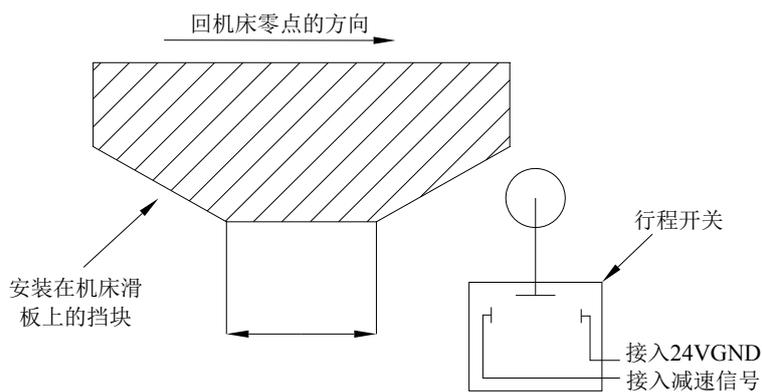
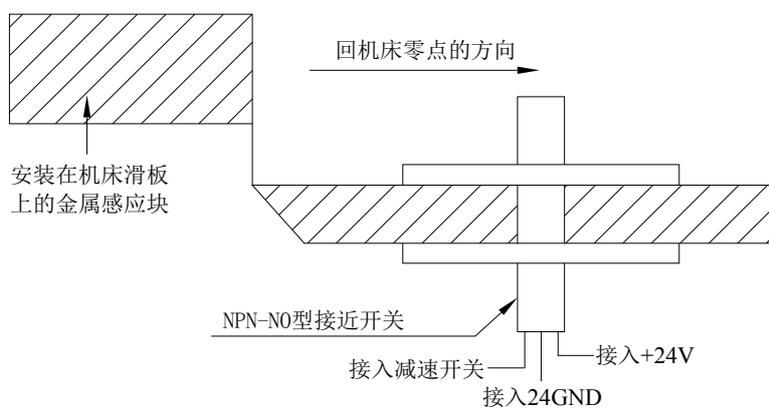

图 1-30 减速信号接行程开关
图 1-31 减速信号接 NPN 型接近开关
- 1) 以下是减速信号的两种连接示例：行程开关、NPN 型接近开关；建议用户使用行程开关；具体的连接示例如图 1-30、图 1-31 所示。